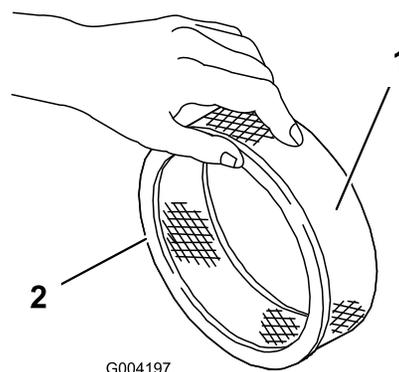

Рисунок 16
5. Осмотрите бумажный фильтр на наличие разрывов, масляной пленки или повреждений на резиновом уплотнении (Рисунок 16).
1. Осторожно наденьте фильтр предварительной очистки из вспененного материала на бумажный элемент (Рисунок 16).